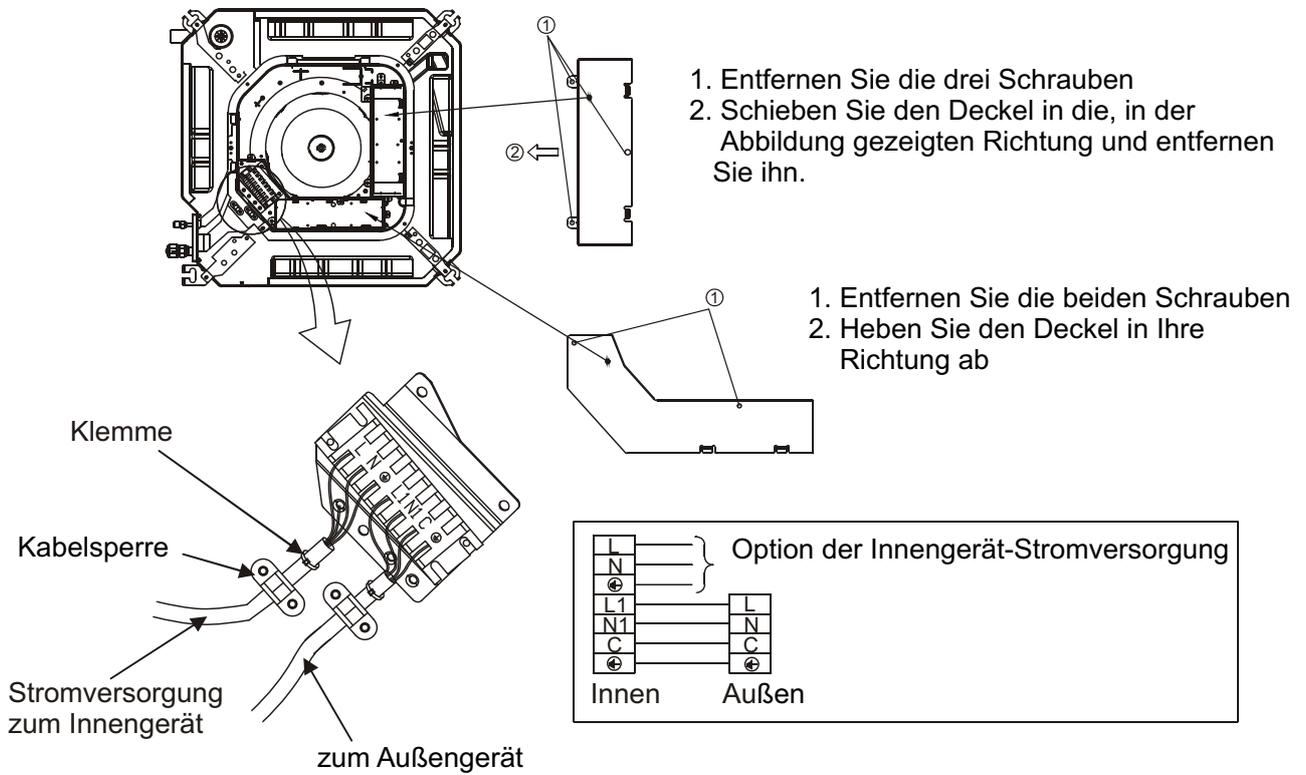

Abb.16
3. Schließen Sie die Kabelenden an die Innen- und Außengeräteanschlüsse an, wie in Abb. 16 gezeigt wird.